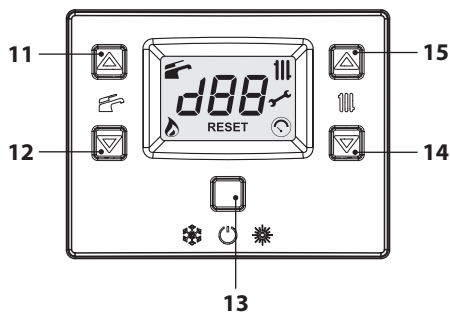

Figura 6.6
- Tenere premuto per 2 secondi il tasto 13 fino a far apparire sul display entrambe i simboli  e  (Figura 6.6).
- Spegnerla la caldaia tenendo premuto per 2 secondi il tasto 13 (Figura 6.6) fino a far apparire sul display LCD il simbolo  (i trattini vengono accesi in sequenza per simulare uno scorrimento) (Figura 6.5).